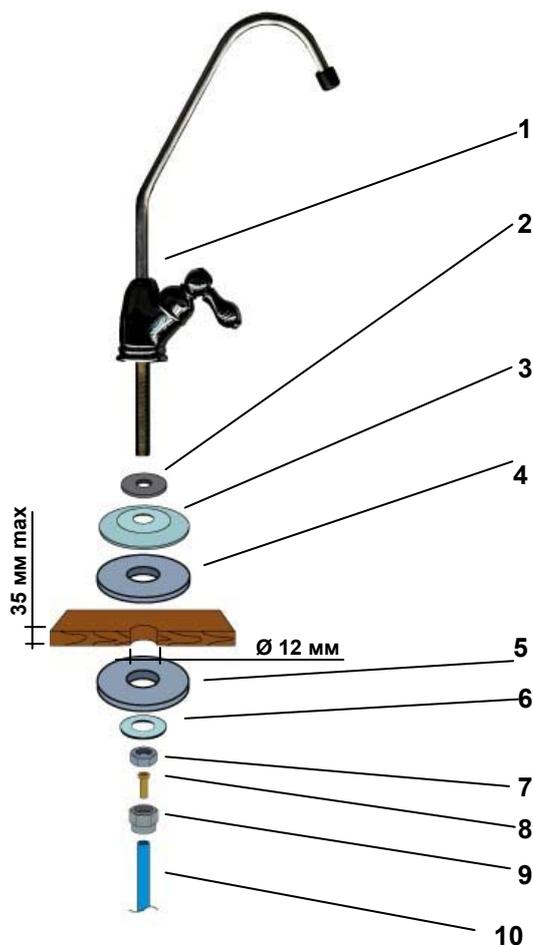

Рисунок 3
9. Кран для чистой воды (рис.3)	1 комплект